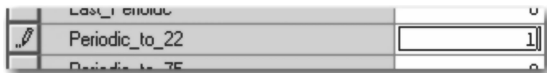

图 11-10 修改 Periodic_to_22 的值
14. 在标签监视器中, 在 Periodic_to_22 的值列中输入 1, 并按回车键。该值将恢复为零。这样会将所有周期性任务的周期更改为 22ms, 如图 11-10 所示。